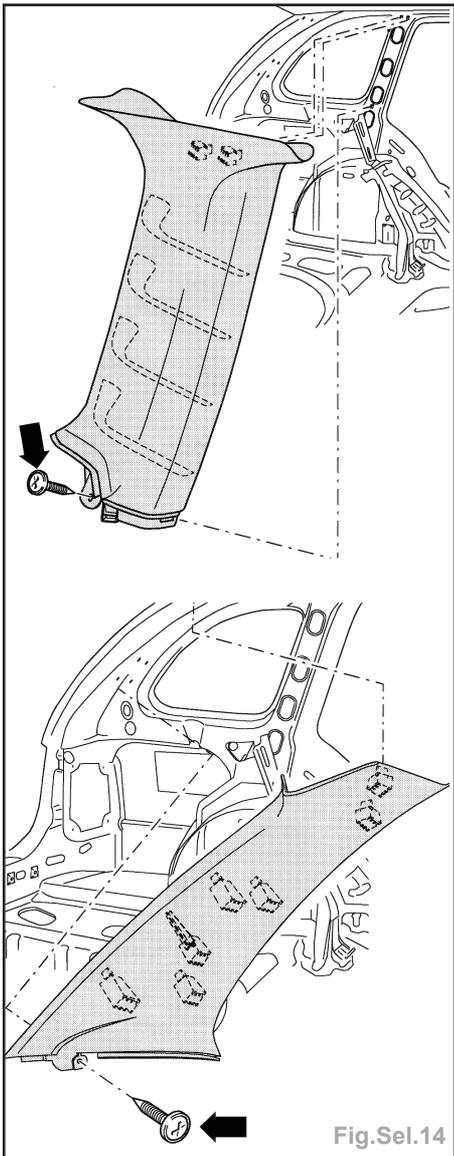

Fig.Sel.14
- Déposer les garnitures intérieures (Fig.Sel.14).